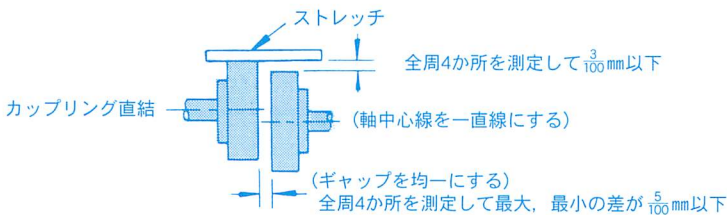

図1 カップリング直結の例
(1) カップリング直結の場合は、図1に示す点にご注意ください。